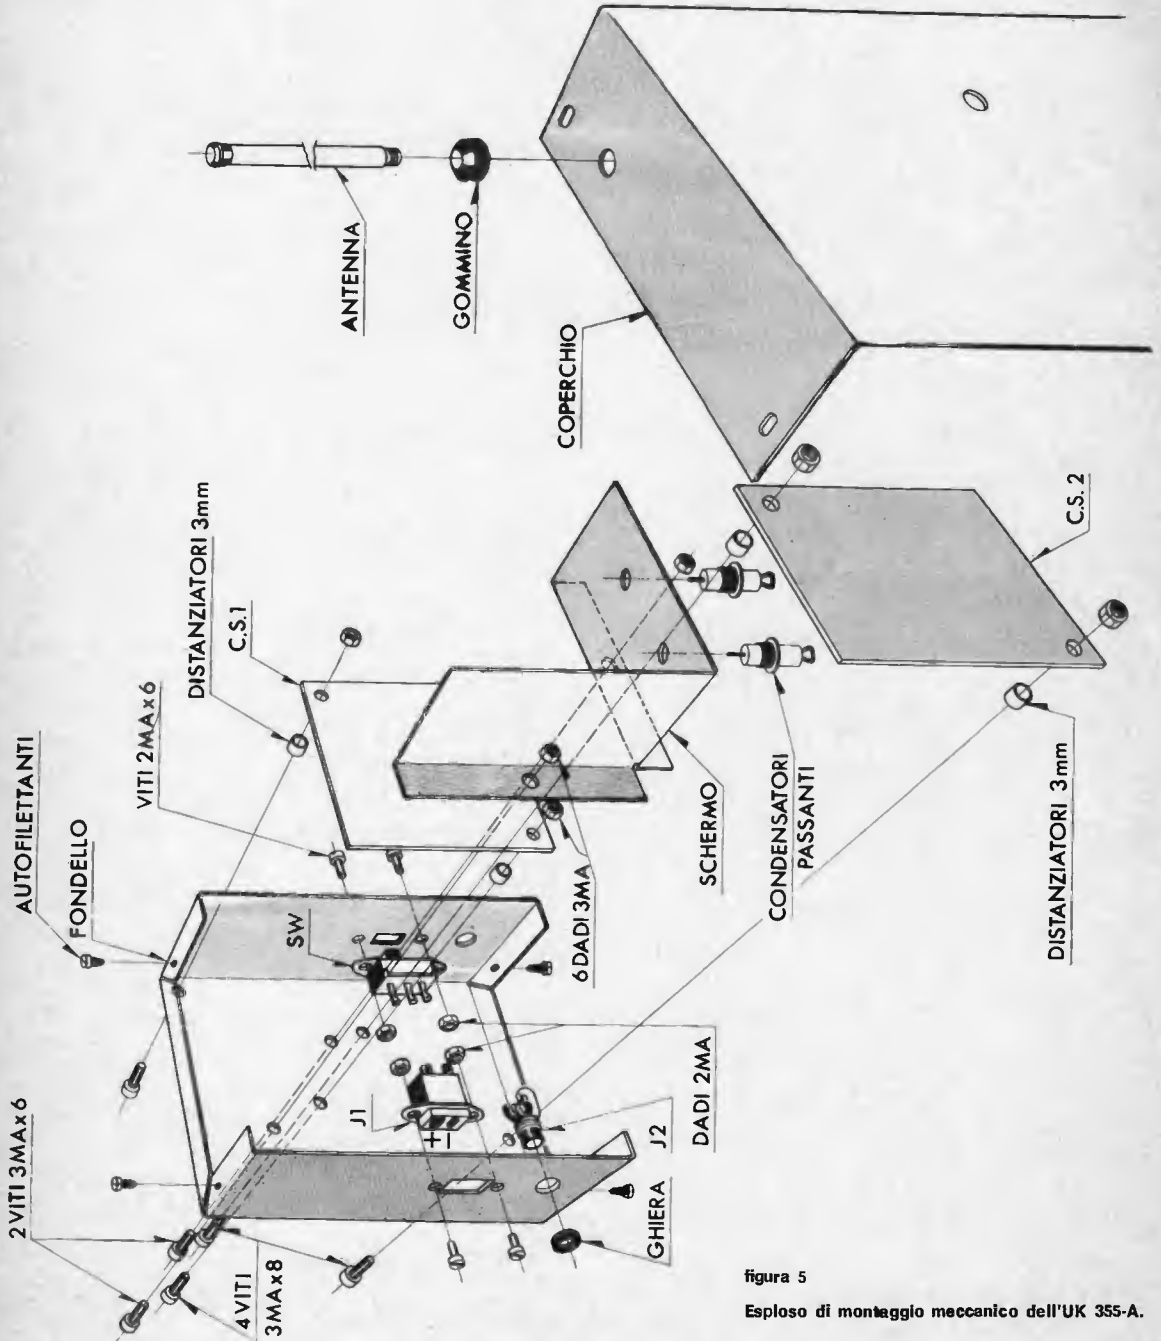

figura 5
- Montare la presa polarizzata irreversibile J1, come indicato in figura 5, fissandola con due viti 2MA e dadi.
- Inserire e saldare i due condensatori passanti da 1000 pF nei due fori praticati sullo schermo come visibile in figura 5.